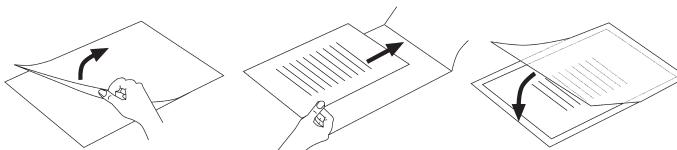

Bild 2
- Var noga med att bara använda en plastficka åt gången när du laminerar. Vik ut den först, så som visas på bild 2.
- Var noga med att bara använda en plastficka åt gången när du laminerar. Vik ut den först, så som visas på bild 2 (se sid. 36).